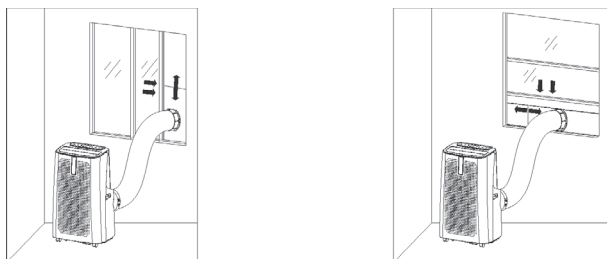

Abb. 6
- ▶ lassen Sie das flache Ende des Verbinders (20) des Warmluft-Ableitungsrohres in die elliptische Öffnung einrasten (Abb. 6)